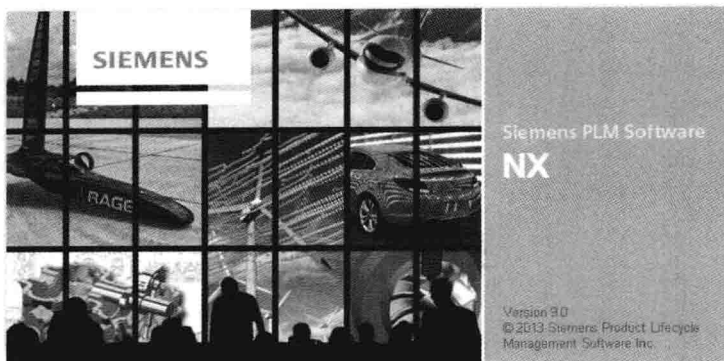

图 1-1 启动界面
(1) 应用“开始”菜单启动 NX 9.0。依次选择“开始”→“所有程序”→UG NX 9.0→NX 9.0 命令，启动 NX 9.0 软件。首先会出现一个启动界面，如图 1-1 所示。